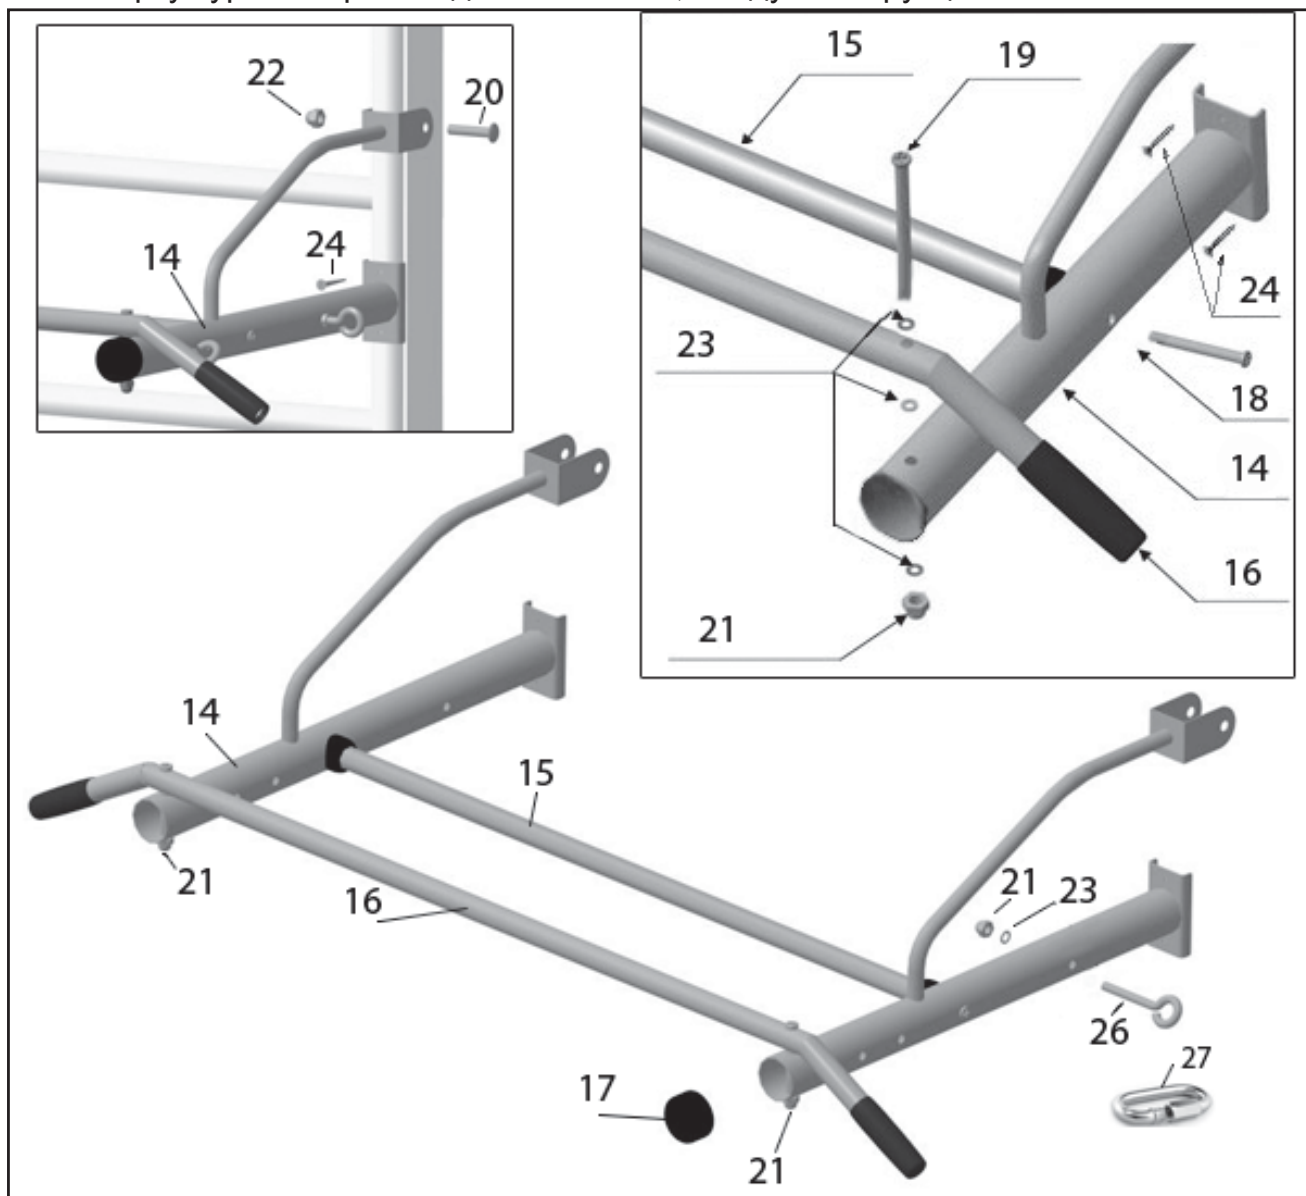

Рисунок 4
4.2.1 Соединить кронштейны (№14) и перекладину (№15) (рисунок 4) и закрепить между собой, используя прилагаемые винты (№18). Установить перекладину турника (№16) на кронштейнах (№14) и закрепить, используя винты (№19), шайбы (№23) и гайки (№21).